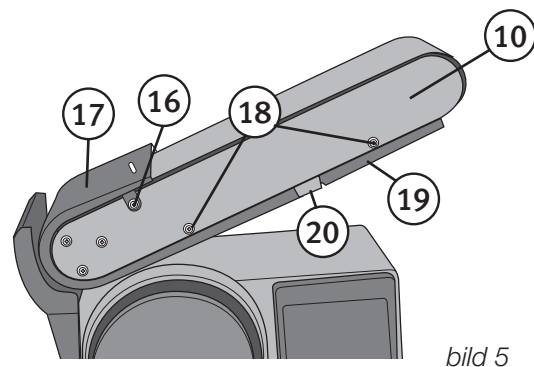

bild 5
4. Skruva loss de 2 skruvarna ((16) på bild 5) på båda sidor om bandstativet (10). Ta bort det övre skyddet ((17) på fig. 5).
5. Skruva loss de 4 skruvarna ((18) på bild 5) på båda sidor om bandstativet (10). Ta bort det nedre skyddet ((19) på bild 5).
6. Ta bort gummibufferten ((20) på bild 5).